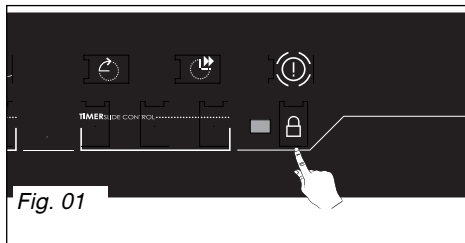

Fig. 01
– Mantenga pulsado un momento  (Fig. 01).